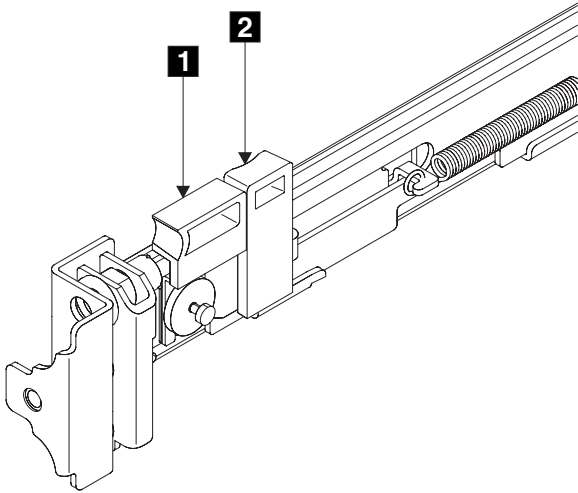

図 59. ラッチ・ロック・キャリアを引っ込める
2. 人差し指をラッチ・レバー **1** (86 ページの図 59) の側面に当て、親指をラッチ・ロック **2** の前面に当てます。